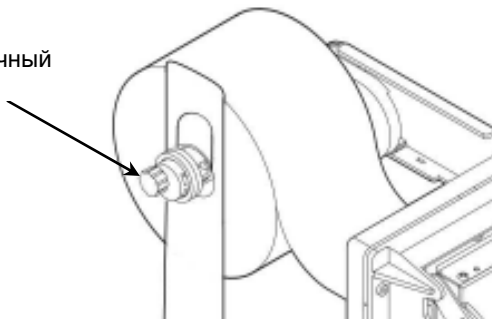

Рисунок 2
4.3 Для установки рулона термобумаги необходимо открыть замок двери, опустить ее вниз до упора, выдвинуть принтер, закрепленный на направляющих, и установить рулон на держатель так, чтобы бумага в устройство печати поступала сверху рулона. Установите фиксатор рулона на держатель, отрегулируйте прижим вращением зеленого регулировочного винта (рисунок 2) таким образом, что бы рулон бумаги не смещался вдоль держателя. Отрежьте неровный край ленты под прямым углом, поместите край бумаги в приемную щель термопринтера и дождитесь, когда она будет автоматически заправлена.